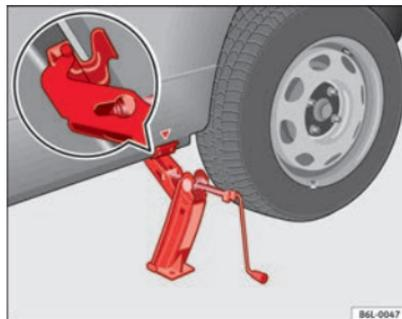

Fig. 140 Colocación del gato
- Posicione el gato de modo que su garra envuelva el nervio del larguero inferior y que la placa base móvil se apoye plana sobre el suelo ⇒ fig. 140.